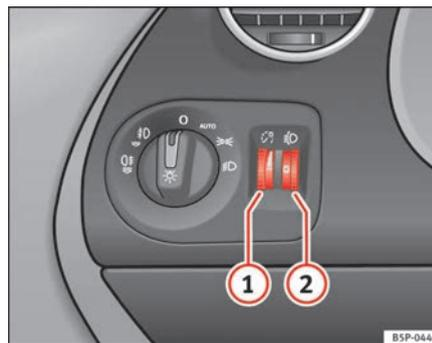

Fig. 74 Détail du tableau de bord : molettes du rhéostat d'éclairage des cadrans et des commandes ainsi que du réglage du site des projecteurs
Lorsque l'éclairage est mis, la luminosité du rhéostat d'éclairage des cadrans et des commandes peut toujours être réglée en tournant la molette ⇒ fig. 74 ①.